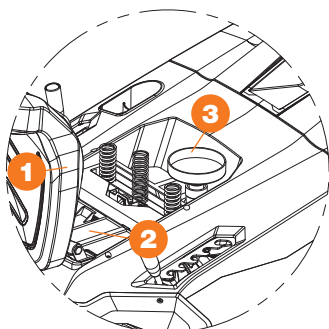

Рис. 9
- Откиньте сиденье **1** (Рис. 9).